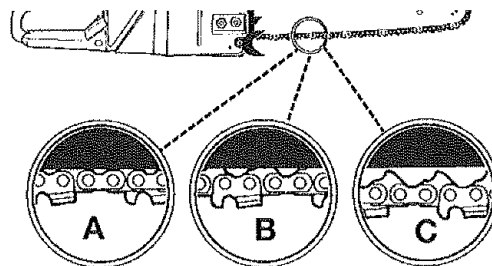

Fig. 29
PRECAUCIÓN: Si la cadena está **MUY FLOJA** o **MUY APRETADA**, el engranaje, la barra, la cadena y las tuercas se desgastarán más rápido. Estudie la Fig. 29 para más información sobre la tensión en frío (A), la tensión en caliente (B), y el ajuste de la sierra (C).